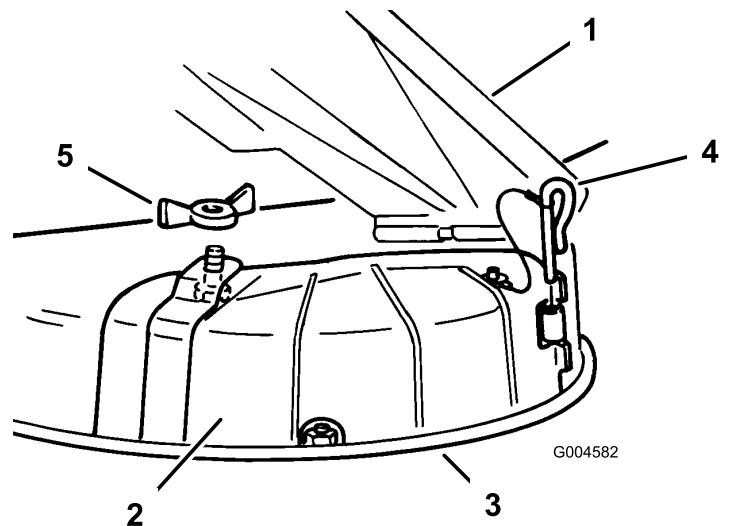

Figure 24
3. Retirez l'écrou à oreilles et le boulon qui fixent l'obturateur d'éjection en place (Figure 24). Conservez toutes les pièces pour un usage ultérieur.
4. Enlevez l'axe de charnière qui fixe l'obturateur au plateau de coupe (Figure 24).
3. Soulevez le déflecteur d'herbe et placez l'obturateur d'éjection sur l'ouverture et le bord inférieur du carter du plateau de coupe, avant de l'insérer dans la charnière avant (Figure 24).
4. Insérez l'axe dans la charnière (Figure 24).
5. Fixez l'obturateur d'éjection à la tondeuse à l'aide de l'écrou à oreilles (Figure 24).